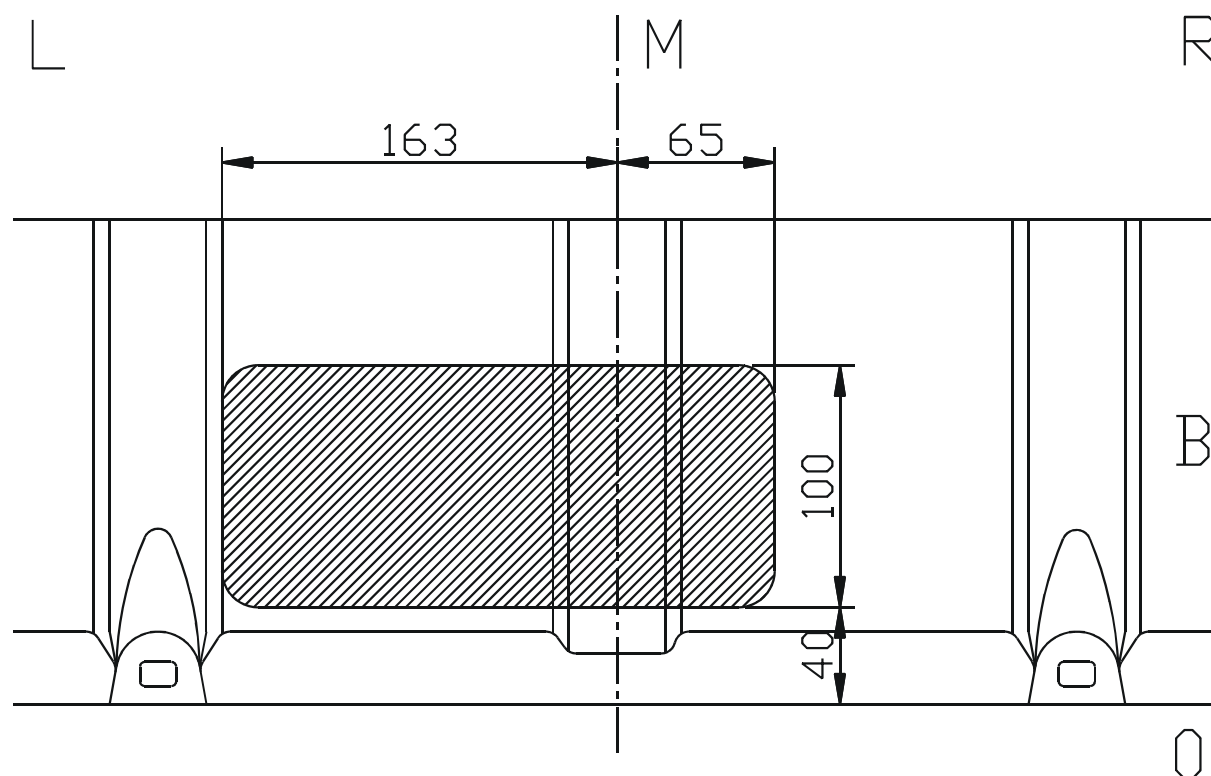

Fig. 1
- 2/ Schuif de trekhaak met de draagarmen in de chassisbalk via de vrijgekomen openingen. De punten (A) passen met de voorziene boringen in de zijwand van de chassisbalken, deze boringen zijn afgedicht met een tape die moet worden verwijderd.
- 5/ Maak in de onderzijde van de bumper een insnijding volgens fig.1, monteer de bumper vervolgens terug op het voertuig.
2. Insérer l'attelage avec les bras-supports dans la poutre de châssis par les trous délibérés. (A) s'adaptent au forages prévus dans le côté des poutres de châssis, ces forages sont couverts avec du scotch qu'il faut enlever.
5. Faire une découpe au côté inférieur du pare-chocs selon fig.1, et ensuite remonter le pare-chocs sur le véhicule.
2. Insert the tow bar with the supporting arms in the chassis beam via the liberated holes. (A) fit with the provided drillings in the side of the chassis beams, those drillings are covered with tape, that they must remove.
5. Make an incision in the bottom of the bumper according to fig.1, and now reinstall the bumper.